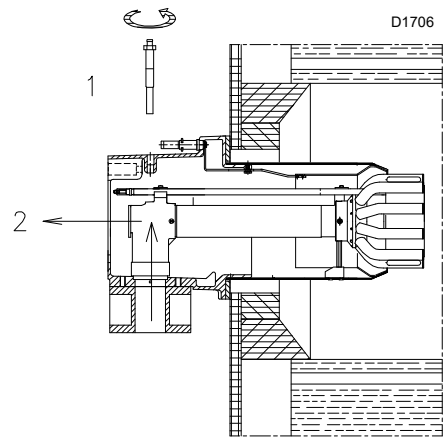

Fig. 13
- togliere la vite 1)(Fig. 13);
- estrarre la parte interna 2)(Fig. 13) della testa e provvedere alla loro taratura.